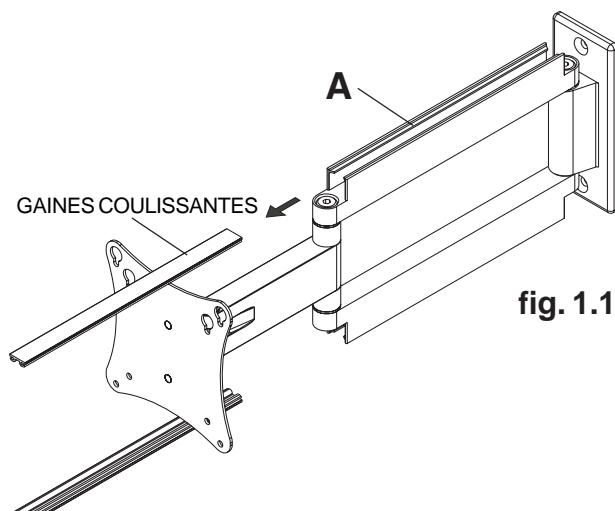
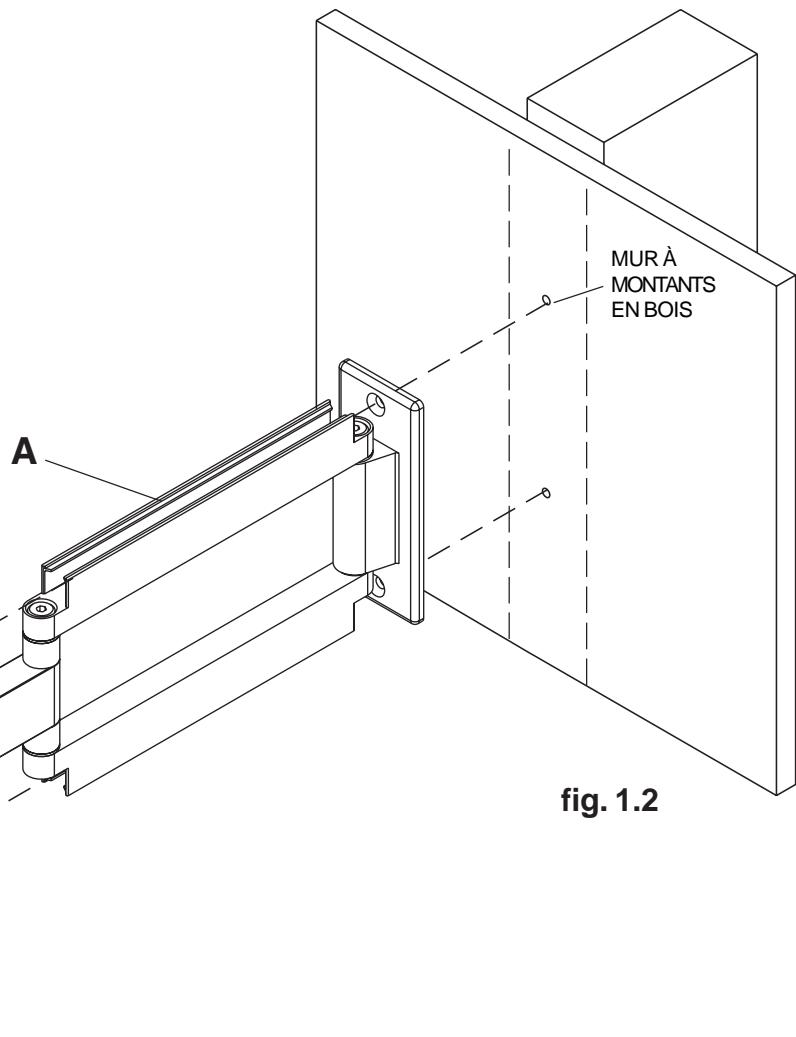

fig. 1.1
fig. 1.2
1 Enlevez les gaines coulissantes du bras mural (A), comme illustré à la figure 1.1. À l'aide d'un localisateur de montants, repérez et marquez les bords des montants en bois utilisés pour monter ce produit. L'usage d'un localisateur bord à bord est fortement conseillé. Utilisez un niveau pour tracer une ligne verticale le long du centre du montant. Utilisez la plaque murale comme gabarit pour marquer le centre des trous situés le long de la ligne verticale. Percez deux trous de 4 mm (5/32 po) de diamètre et de 65 mm (2,5 po) de profondeur. Fixez le bras mural (A) sur le mur à l'aide de deux vis à tête plate n°14 x 2,5 po (D), comme illustré à la figure 1.2.
1 Enlevez les gaines coulissantes du bras mural (A), comme illustré à la figure 1.1. Mettez de niveau et utilisez la plaque murale comme gabarit pour marquer le centre des trous. Percez deux trous de 6 mm (1/4 po) de diamètre à une profondeur minimum de 51 mm (2 po). Insérez les ancrages (C) dans les trous au ras du mur, comme illustré à la figure 1.3. Placez le bras mural (A) sur l'ancrage et fixez avec une vis à bois (D), comme illustré aux figures 1.4 et 1.6. Assurez-vous que le bras est de niveau et serrez toutes les fixations. Reportez-vous à la figure 1.5.